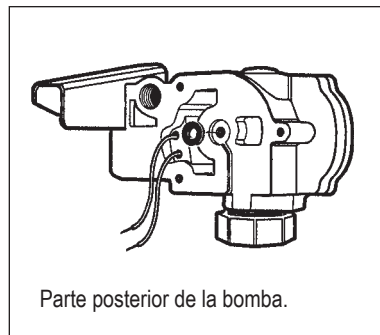

Figura 17
- Retire el sello del eje del motor haciendo palanca con un destornillador pequeño. (Figura 17)